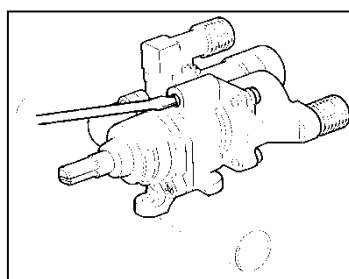

Fig.15
8. Con un cacciavite a lama agire sulla vite di strozzamento (**Fig. 15**) e, osservando contemporaneamente la fiamma attraverso l'oblò della cucina, valutare la consistenza facendo in modo che rimanga accesa eseguendo con la manopola rapidi passaggi dalla posizione di MINIMO a quella di MASSIMO.